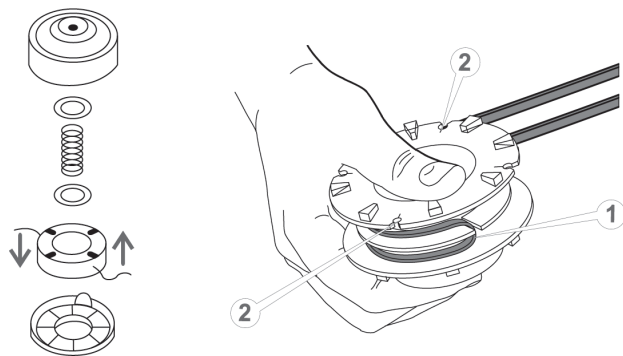

Рисунок 26. Схема заміни жилки у різальній головці.
- зняти кришку різальної головки й витягнути котушку (див. рис. 26);
- протягнути жилку на місці вигину у проріз (1, рис. 26) котушки;
- протягнути кінці жилки у прорізи (2, рис. 26) котушки і потім в отвори корпусу різальної головки. Довжина виходу кінців жилки із ріжучої головки не має перевищувати 15-17 см;